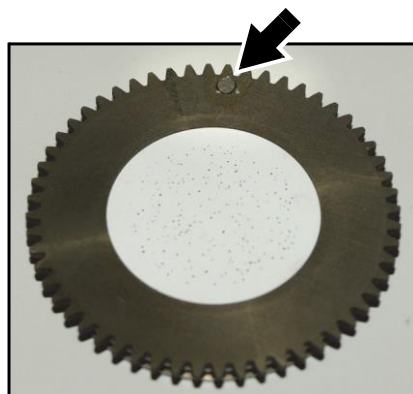

Рисунок 20: Магнит держателя гобо
1. См. Рисунок 20. Повернуть колесо эффектов так, чтобы все магниты (отмечены стрелками) в каждом держателе гобо указывали на центр колеса.
5. См. рисунок 20. Повернуть держатель гобо до тех пор, пока его магнит (отмечен стрелкой) не встанет вровень с контрольной точкой, которую Вы выбрали на раме модуля. Снять или вставить любые гобо, которые Вы хотите, по очереди, при этом магниты держателей гобо должны всегда выравниваться по контрольной точке, и при снятии гобо желательно избегать поворотов колеса. Таким образом Вы сохраните ориентацию гобо, которая была предназначена для них, и избежите необходимости перепрограммировать контроллер по причине того, что в процессе обслуживания изменилась ориентация гобо.